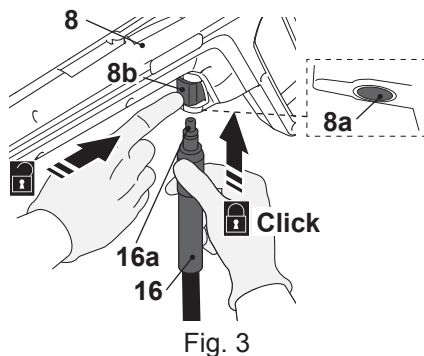

Fig. 3
- > Insira o conector (16a) da mangueira de pressão (16) na porta de conexão da mangueira (8a) da pistola de pulverização (8). Certifique-se de que está encaixado corretamente. (Fig. 3). Pressione o botão de desbloqueio (8b) para desbloquear se necessário.